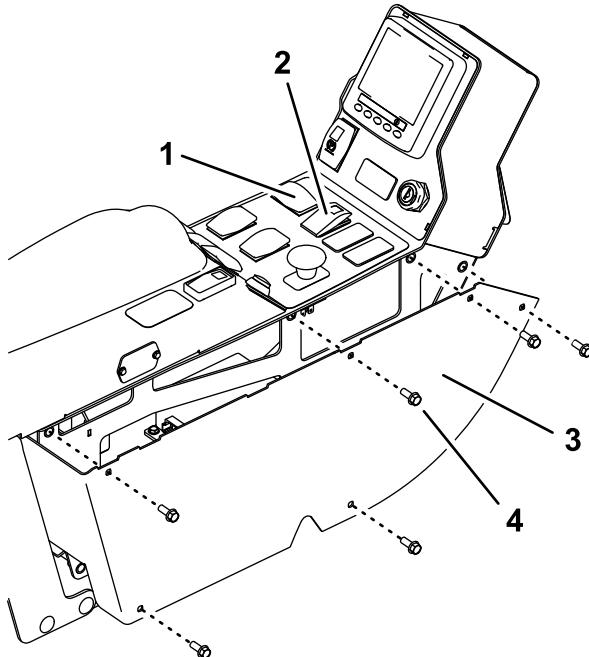

Figure 3
- Retirez les 6 boulons de la console et déposez le panneau (Figure 3).
- Interrupteur des feux de détresse 4. Boulon (6)
- Débranchez les connecteurs de l'interrupteur des feux de détresse et du commutateur des clignotants (Figure 3).
- Montez le panneau (Figure 3).